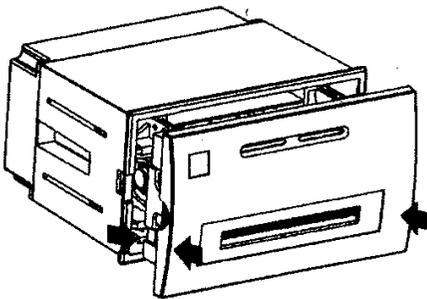

图 1-11
- ⑦合上机头及盖，左右食指拉住机头复位拉手，使机头支架与纸仓连接固定，如图 1-11；